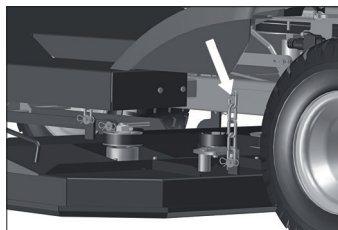

Fig. 30
1. Com o motor desligado, mova a alavanca de seleção de altura de corte para a posição (1).
2. Retire os 4 pinos "R" das correntes que suspendem o conjunto de corte [Fig. 30].